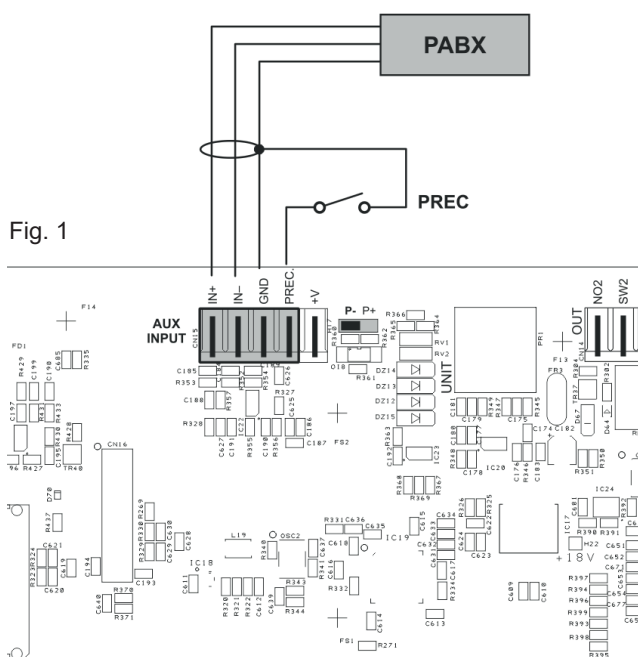

Fig. 1
I morsetti **AUX INPUT** (7) sono disponibili per la connessione di sorgenti ausiliarie (ad es. un centralino telefonico od una base per annunci con contatto di precedenza). Nel primo caso, è necessario inserire un jumper in posizione "P-" sul connettore a lato della morsetti (vedi Fig. 1); nel secondo caso, invece, utilizzando una postazione preamplificata MBT 1101, il collegamento tra la presa AUDIO OUT della base e i morsetti AUX INPUT dovrà essere effettuato secondo quanto riportato nella tabella ed il jumper dovrà essere posizionato su "P+" (Fig. 2).